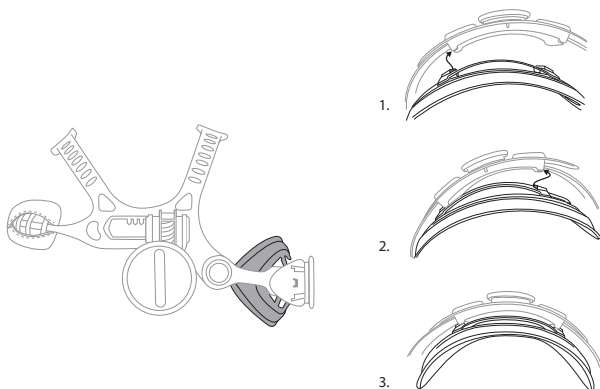
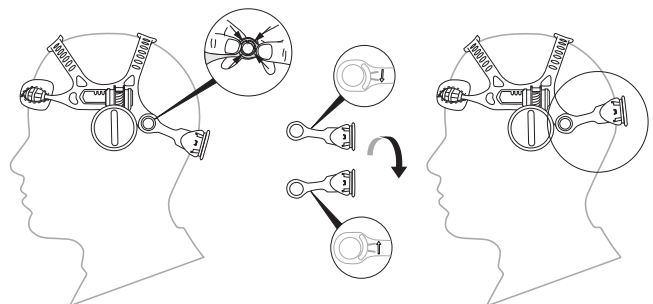

Fig. 4a
Fig. 4b
4. Está disponible un reposacabezas grande y cómodo opcional (46-0400-55) que se adapta al trinquete. Este reposacabezas grande y cómodo también se puede utilizar para mejorar el ajuste y la estabilidad en cabezas más pequeñas (Fig. 4a). Para lograr un ajuste cómodo y seguro, también se puede quitar el trinquete, girarlo 180 grados y reemplazarlo, para cambiar ligeramente la ubicación donde el trinquete se une con la parte posterior de la cabeza (Fig. 4b).